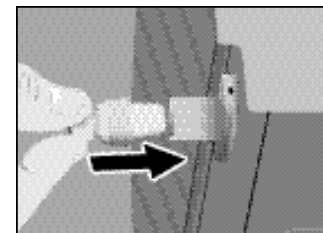

Fig.36
2. Enlevez le raccord rapide (male) qui est situé à l'intérieur du réservoir d'eau externe et attachez-le au raccord/orifice femelle à l'arrière du réservoir externe, serrez modérément. Voir la Fig. 36.